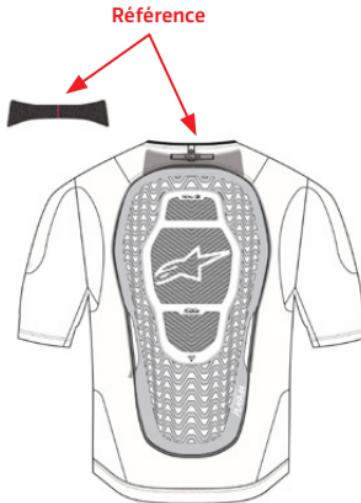

Figure 27 : Fixer la protection dorsale (4)
2. Réinsérer l'airbag et fixer la protection dorsale (4) - Réinsérez l'airbag (11) et fixez la protection dorsale (4) à la couche de base (1), en veillant à fixer correctement les parties velcro sur la partie supérieure de la protection à la couche de base (1), comme le montre la figure 27.
3. Fixez l'airbag (11) - Fermez les 12 boucles de connexion qui fixent l'airbag (11) à la couche de base (1), en veillant à faire correspondre les étiquettes de couleur de l'airbag (11) à celles de la couche de base (1), utilisez les deux ouvertures à l'intérieur du vêtement pour accéder aux boucles de connexion sur la partie avant. Veillez à respecter la numérotation des étiquettes pour faciliter le remontage du système, comme le montre la figure 27. En outre, vérifiez que l'airbag (11) est bien positionné dans le système et qu'il n'y a pas de plis dans l'airbag (11) ou de torsion de l'airbag (11), en particulier au niveau des épaules. Vérifier que les 12 boucles de connexion sont correctement positionnées et solidement attachées à la couche de base (1).